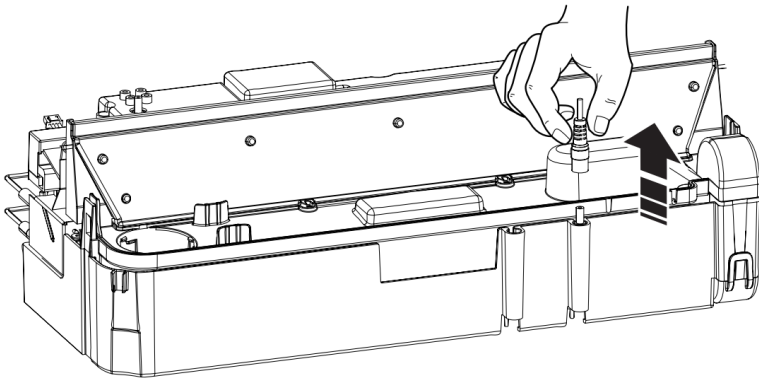

Fig 27
4. Trennen Sie den Steckverbinder von den Umformern, die sich an der rechten Wannenseite befinden. (Abb. 27).